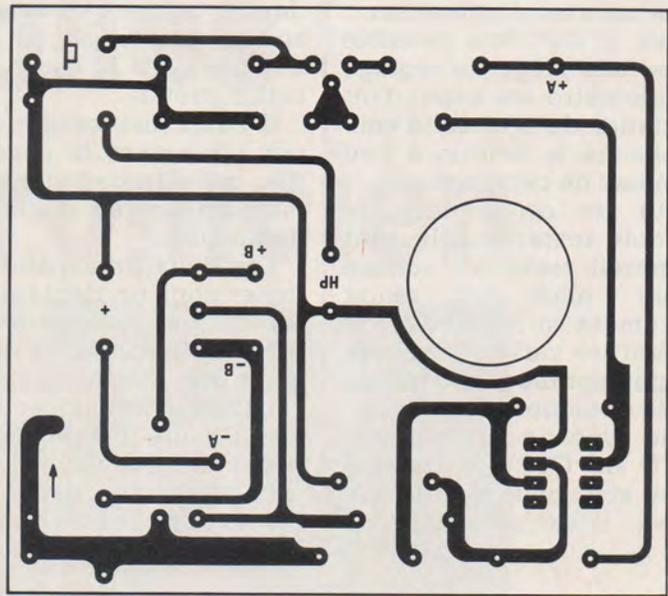

Figure 2
**L**e circuit imprimé de la figure 2 a été dessiné en tenant compte des possibilités offertes par un boîtier en tôle pliée de fabrication personnelle, mais il se logera tout aussi bien dans des modèles standards.